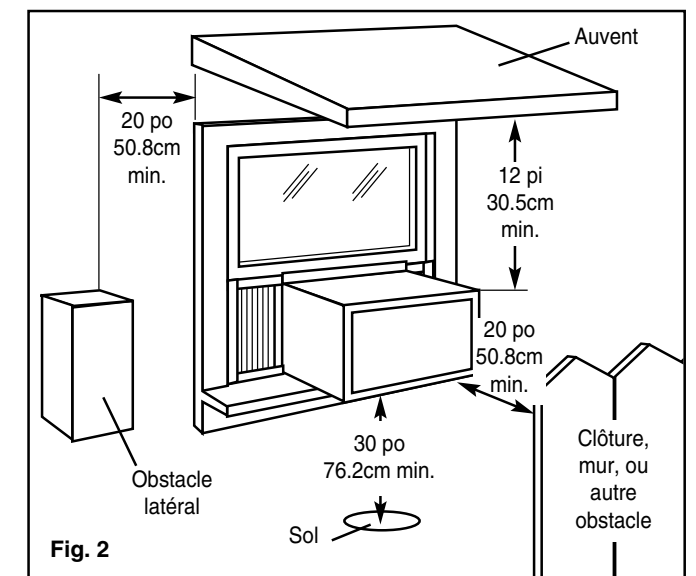

Fig. 2
- D. Laissez suffisamment d'espace libre autour du caisson pour permettre une ample circulation d'air à travers l'appareil. Voir fig. 2. L'arrière de l'appareil doit donner sur l'extérieur de la maison et non pas dans un garage ou à l'intérieur d'un immeuble. Tenez l'appareil aussi loin que possible de tout obstacle ou obstruction et à au moins 30 po (76.2 cm) au-dessus du plancher ou du sol. Il ne faut pas que les rideaux ou d'autres objets à l'intérieur de la pièce puissent bloquer le flux d'air.